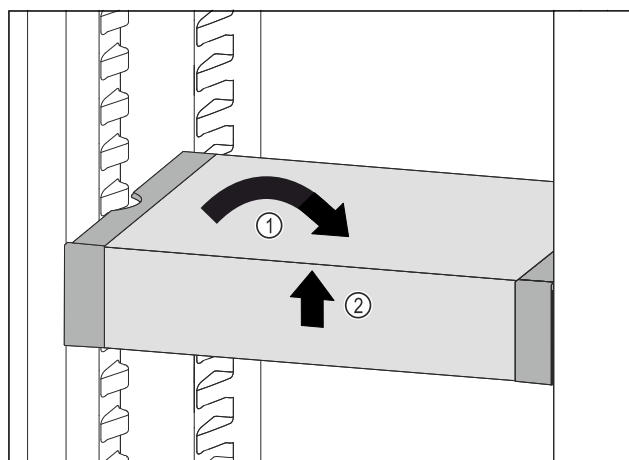

Fig. 124
▶ Изправете VarioSafe. Fig. 124 (1)
▶ Повдигнете VarioSafe отпред. Fig. 124 (2)